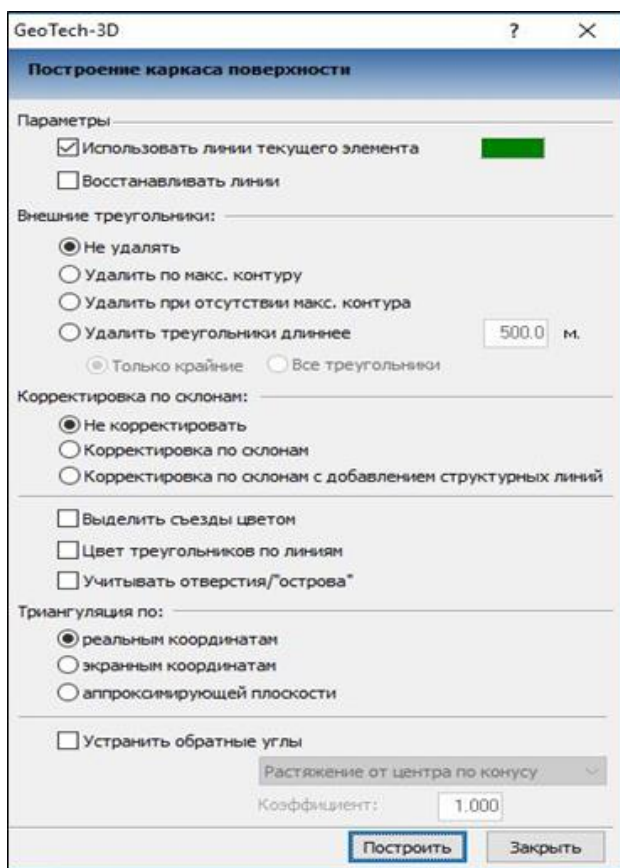

Рис. 8.5. Построение каркаса поверхности топографического плана
4. **Построить/отобразить твердотельную модель** . Согласно рис. 8.5 поставьте флажок на параметр **Использовать линии текущего элемента**.